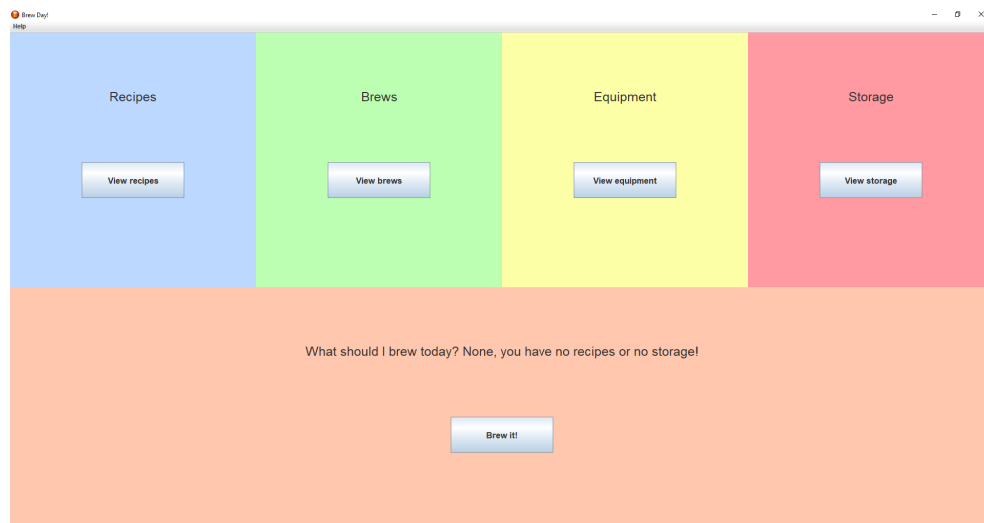

Figura 3: Finestra principale
- "Back" per tornare indietro alla finestra principale (Figura 3)
Se si dovessero presentare problemi di cui non si riesce a trovare una soluzione consigliamo di cliccare sul pulsante "Help" in alto a sinistra della finestra principale (Figura 3) e poi "Reset". Quest'azione comporta il reset di ogni salvataggio per cui verranno eliminate tutte le ricette, produzioni, attrezzatura e deposito.